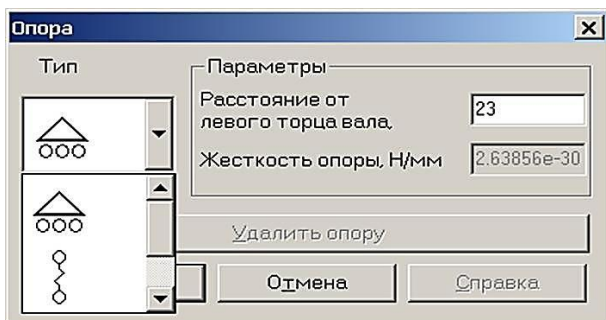

Рис. 18
2. Задание опор вала. Для задания опор вала переходим в соответствующий режим нажатием кнопки «Опора» (меню *Задать/Опоры*). Если щелкнуть левой кнопкой мыши вблизи того места, где следует установить опору, то откроется диалоговое окно «Опора» (рис. 18), с помощью которого задаем параметры этой опоры.